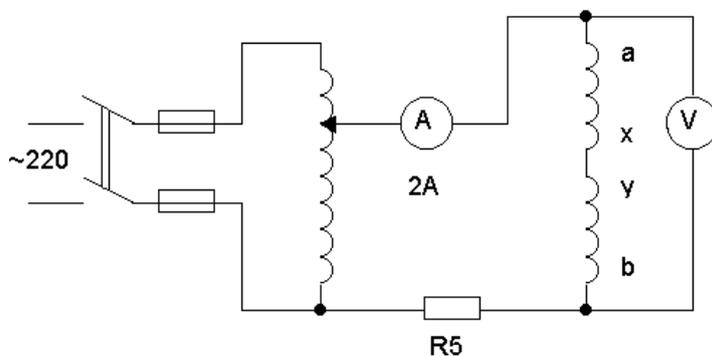

Рис.3
1. Собрать цепь по схеме рис. 3. В качестве нелинейной индуктивности используется трехфазный трансформатор, в котором вместе соединены зажимы x и y , а к зажимам a , b приложено напряжение с ЛАТРа. Перед включением регулятор напряжения установить на нуль.